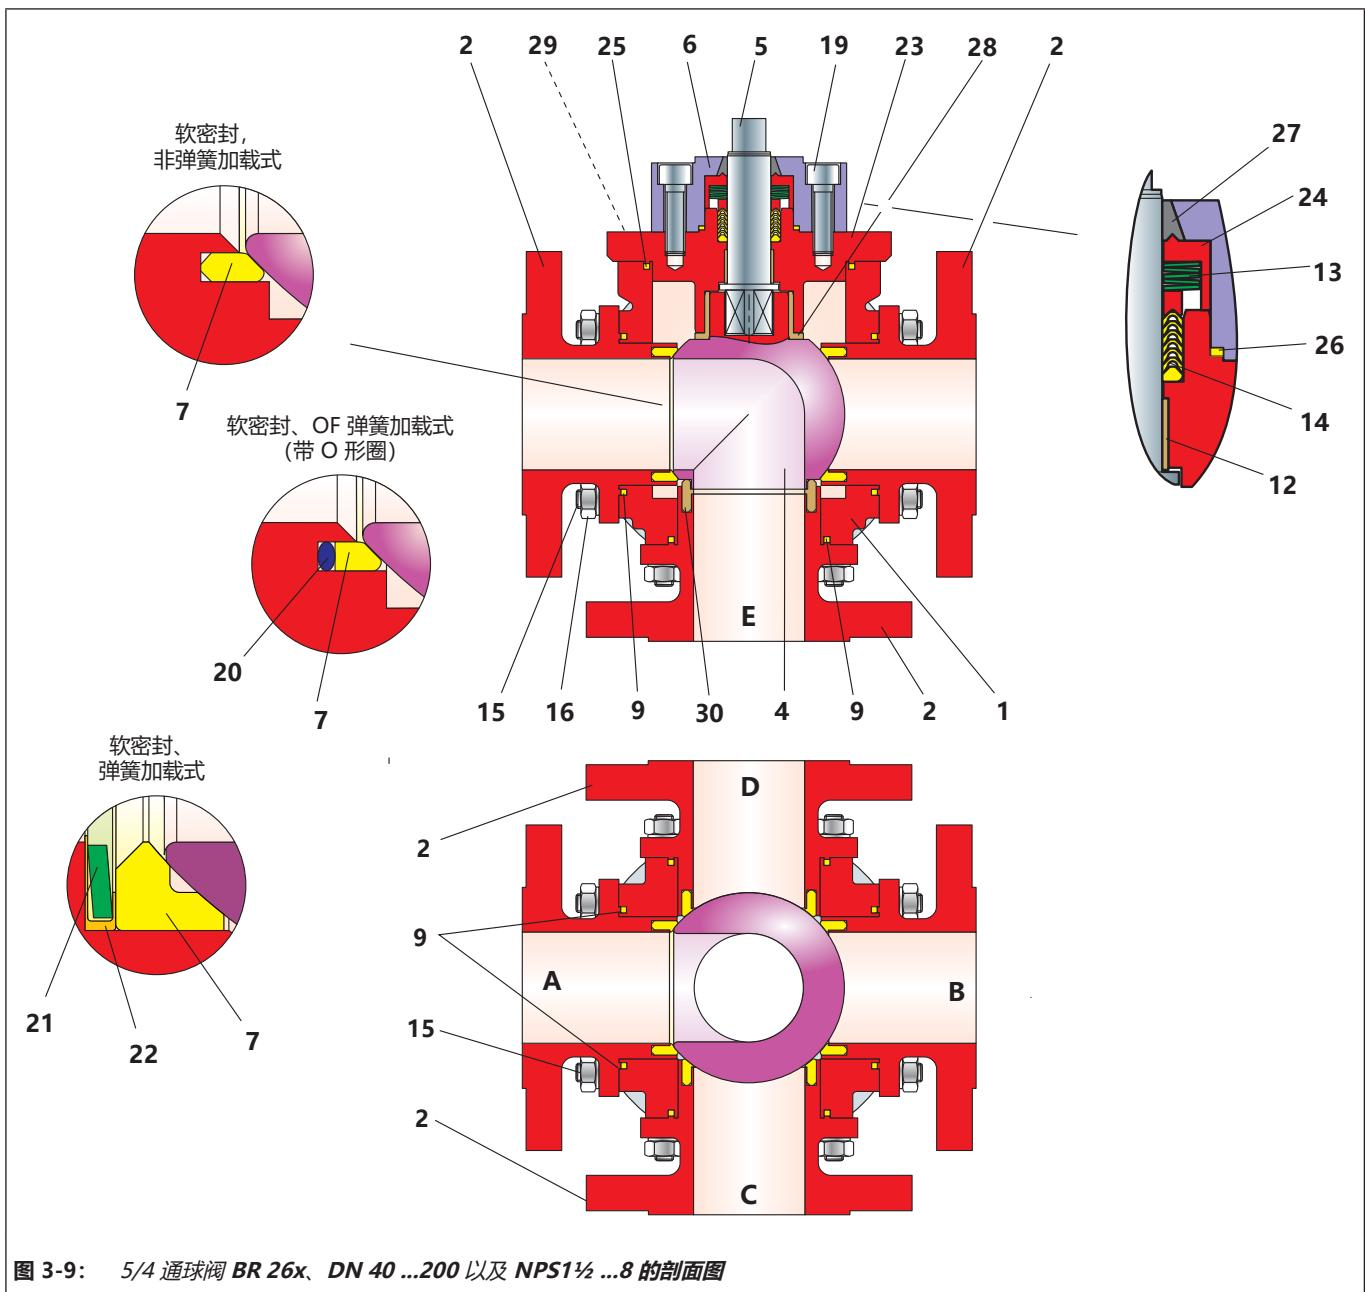

图 3-9: 5/4 通球阀 BR 26x、DN 40 ...200 以及 NPS1½ ...8 的剖面图
- ⇒ 请勿损坏控制轴 (5) 的密封表面。
- ⇒ 在将轴承套 (12) 和控制轴 (5) 定位在阀盖法兰 (23) 中时确保其未倾斜。
- ⇒ 将 V 形环填料 (14) 轻微旋转滑过所安装的控制轴 (5)，并将其插入阀盖法兰 (23) 的填料位置。有关 V 形环的排布，请参见图 3-9。
- ⇒ 将盘簧组 (13) 穿过阀球轴 (5) 向上直抵 V 形环填料 (14)。有关盘簧排布，请参见图 3-9。
- ⇒ 将衬套 (24) 穿过控制轴 (5) 向上直抵盘簧 (13)。
- ⇒ 将阀环 (27) 压入填料箱法兰 (6)。
- ⇒ 将 O 形圈 (26) 插入填料箱法兰 (6)。
- ⇒ 将填料箱法兰 (6) 穿过控制轴放到阀盖法兰 (23) 上。
- ⇒ 轻轻润滑螺钉 (19)。
- ⇒ 用螺钉 (19) 调整填料箱法兰。